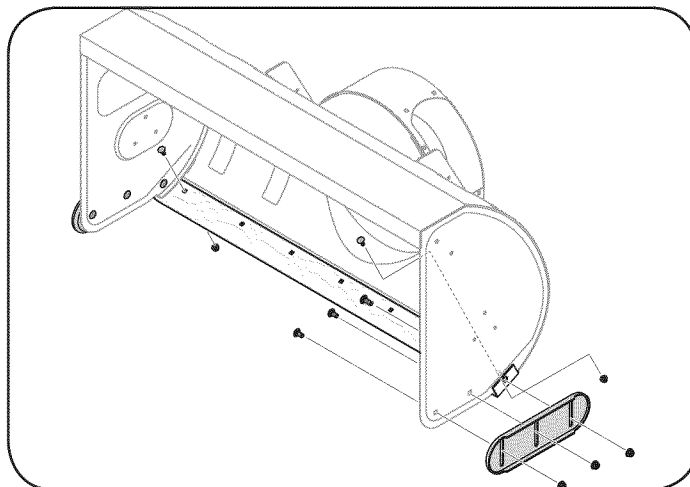

Figura 22
1. Retire los seis pernos y tuercas hexagonales que sujetan los dos zapatos antideslizantes a los lados de la barrena vivienda. Consulte la Figura 22.